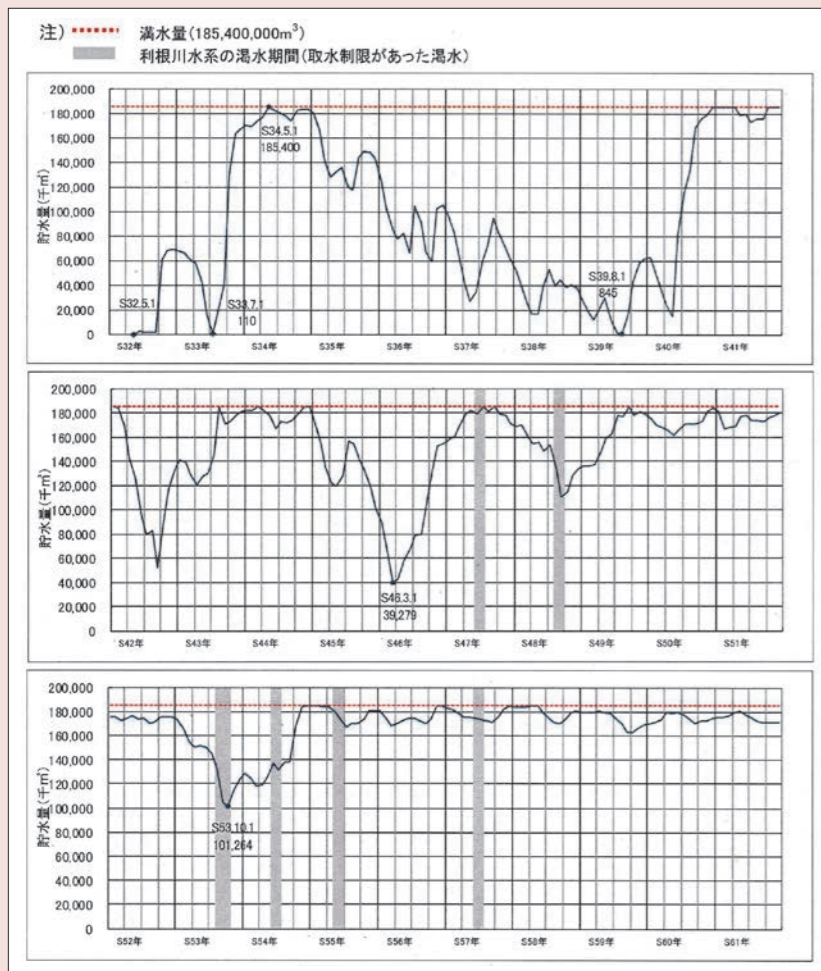

図3 貯水量の変化（「小川内貯水池貯水量の変化 昭和年代」より）
- 図1 参考資料3) 図2 参考資料2) 図3 東京都水道局